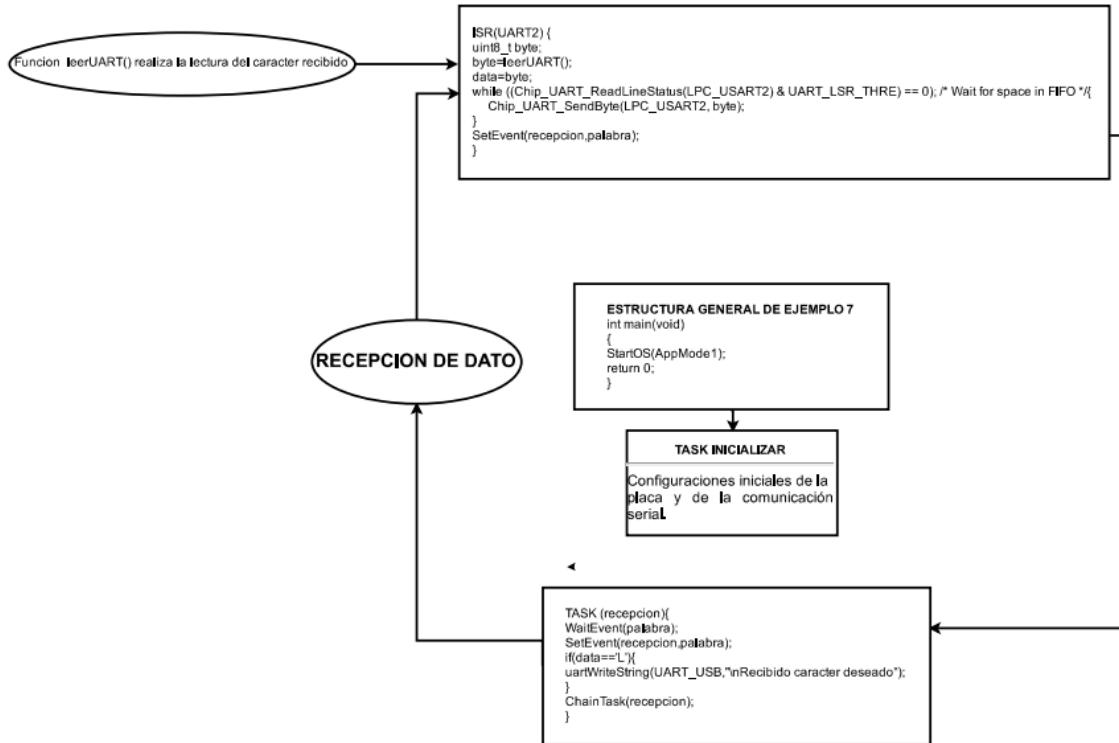

Figura 62: Estructura y funcionamiento de archivo fuente sobre Ejemplo N°7
*UART2*, el cuál es el nombre que esta implementación de *OSEK* ha utilizado. La Figura 62 ilustra la estructura y el funcionamiento del ejemplo.